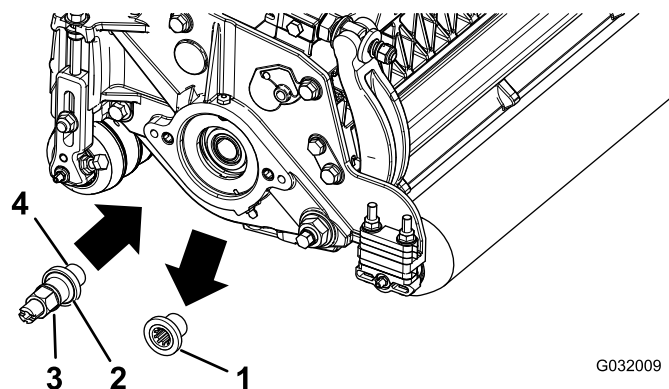

Figura 2
2. Rimuovete ed eliminate l'inserto filettato dell'apparato di taglio per la trasmissione della spazzola per rullo posteriore (Figura 2).
4. Applicate il frenafili alle filettature dell'albero di trasmissione (Figura 2) e installate l'albero di trasmissione sinistro o destro, serrando da 115 a 129 N·m.